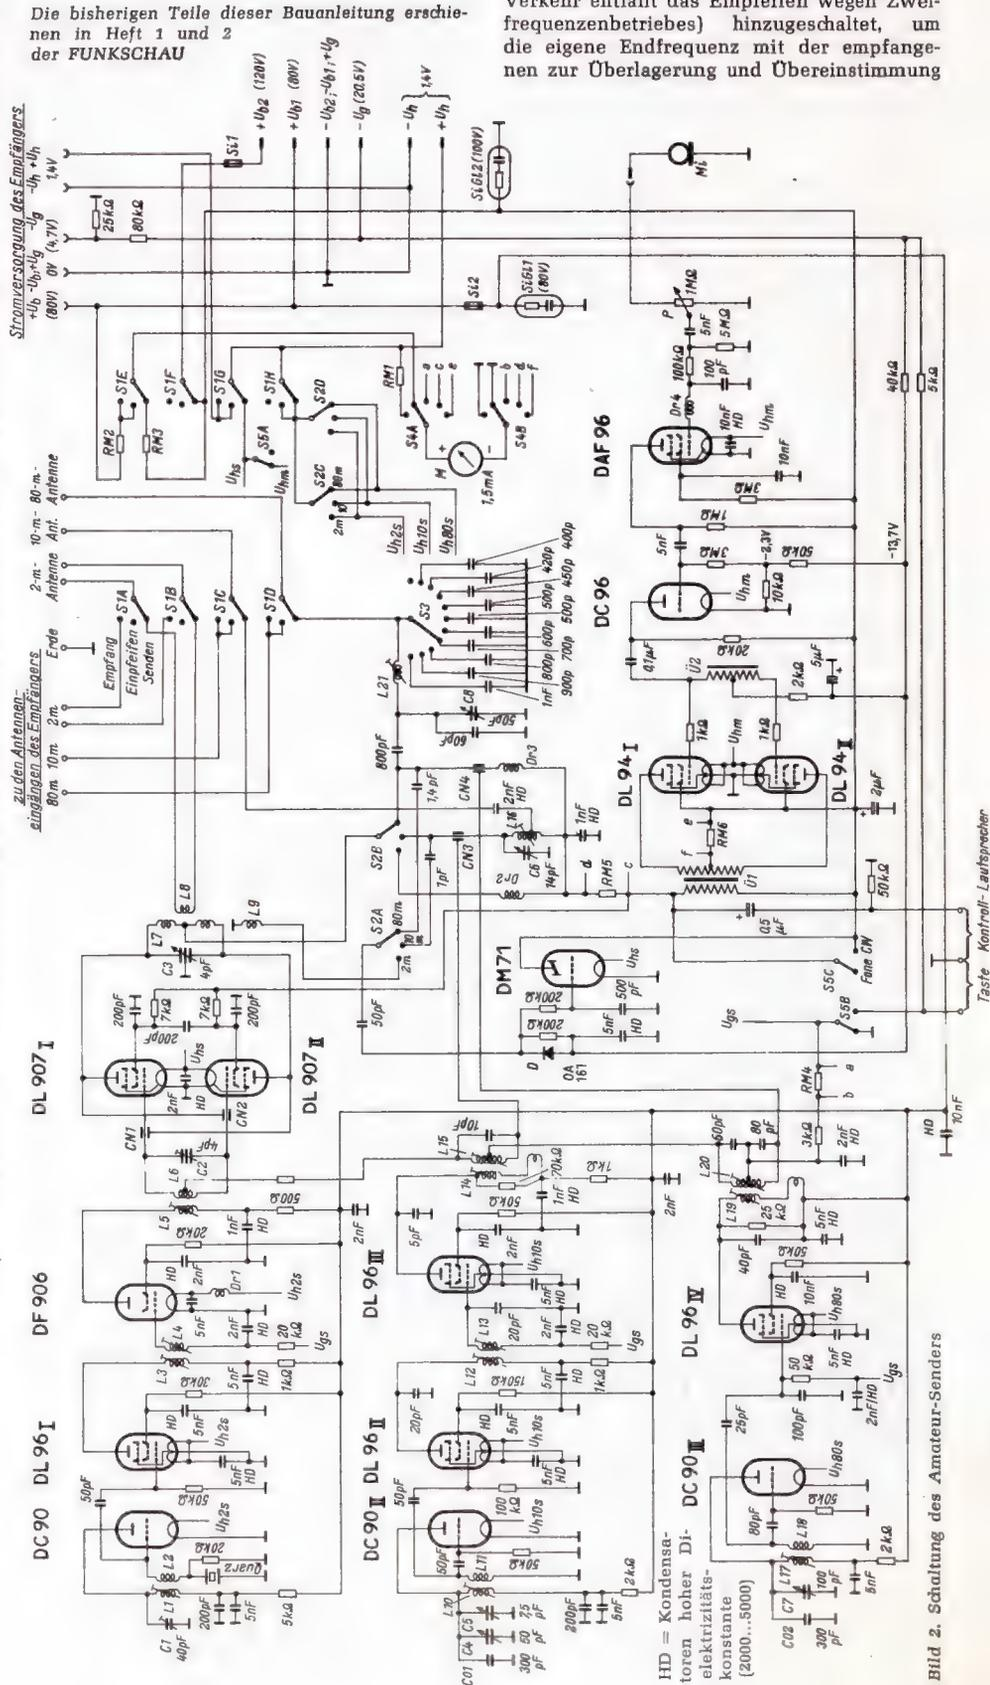

Bild 2. Schaltung des Amateur-Senders
Wie aus Bild 1 zu ersehen, ist für jedes der drei Bänder ein eigener Steuerteil vorgesehen. Durch einfache Schalterbetätigung des Schalters S 2 im Hauptschaltbild (Bild 2) werden die Steuerteile wahlweise vor die gemeinsame Sendeendstufe geschaltet. Wie der Empfänger, so ist auch der Sender mit drei getrennten Antennenanschlüssen ausgestattet, da die großen Frequenzunterschiede der Bänder für 80 m, 10 m und 2 m die Verwendung einer gemeinsamen und universellen Antennenanlage nicht zulassen.
Ströme gemessen bei  $U_h = 1,4$  Volt,  $U_g = 20,5$  V (s. Bild 2),  $U_{b1} = 80$  Volt und  $U_{b2} = 120$  (150) Volt. Antennenausgänge sind belastet.